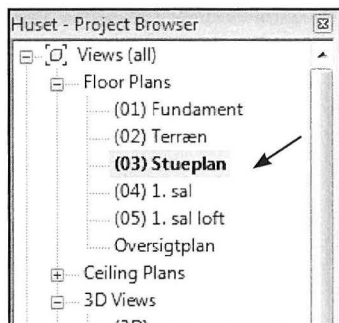

Fig. 08.01. Project Browser.
- Stå i *Level: (02) Stueplan* i *Project Browser* (Fig. 08.01).